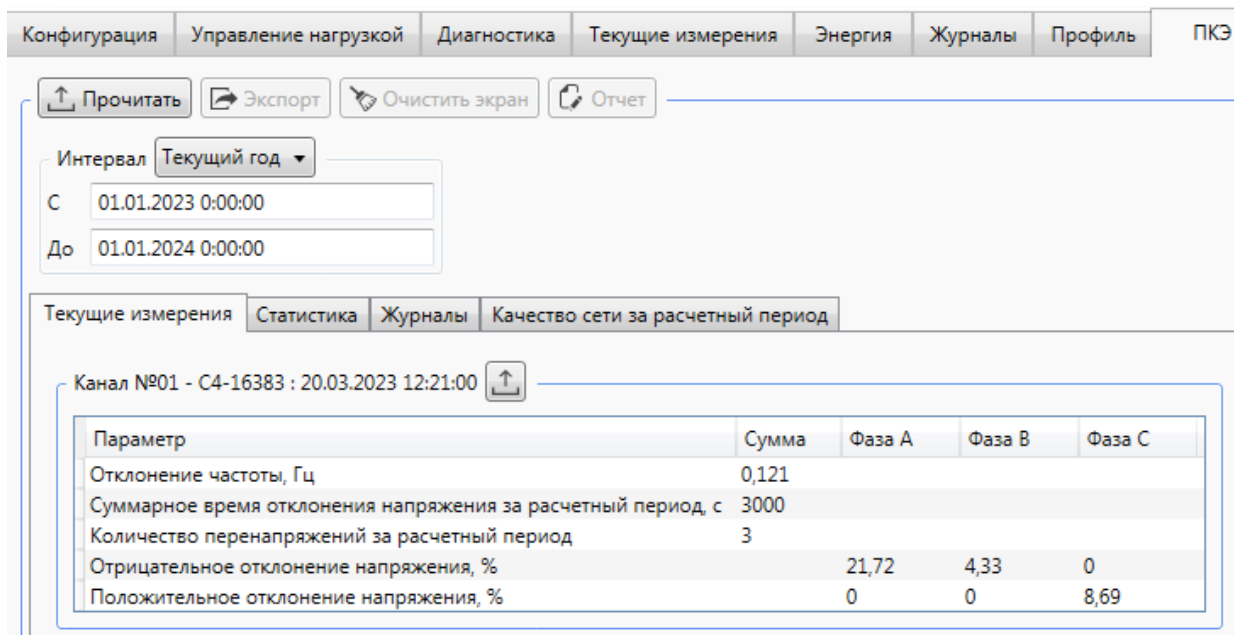

Рисунок 9.50 – Просмотр данных текущих измерений ПКЭ
9.6.6.2 Для просмотра данных текущих измерений необходимо перейти на вкладку *ПКЭ* области параметров программы КОНФИГУРАТОР, затем на вкладку *Текущие измерения*. Нажать кнопку *Прочитать* (рисунок 9.50).